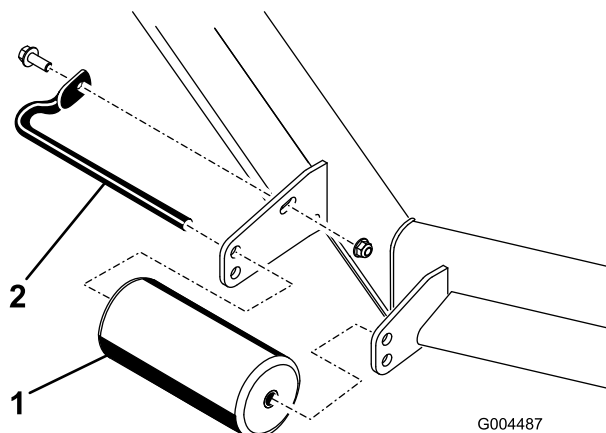

図 11
A. ローラのシャフトをデッキのブラケットに固定しているネジとボルトを取り外す図 11。